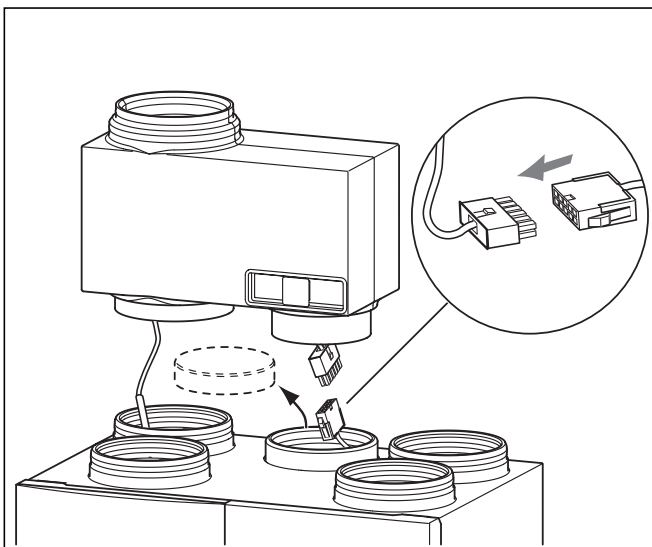

Abb. 4.9 Elektrischer Anschluss Bypass
- Entfernen Sie den Stopfen des mittleren Luftanschlusses, in dem Sie ihn von innen nach oben drücken (siehe Abbildung 4.9).
- Lösen Sie das Kabel mit der 10-poligen Steckleiste von der Gehäusewand und verbinden Sie den Stecker vom Bypass mit der Steckleiste (Abbildung 4.9).
- Schieben Sie den Bypass in bzw. über die beiden Außenluftanschlüsse des Geräts gemäß Abbildung 4.9. Achten Sie darauf, dass die Filtereinheit zu Ihnen gerichtet ist.